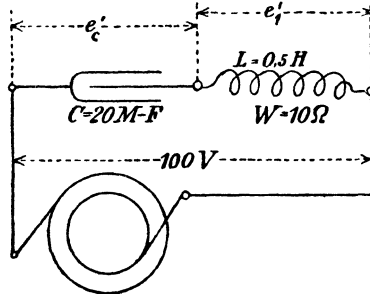

Fig. 126.
Wird ein Kondensator und eine Spule hintereinander geschaltet (siehe Fig. 126), so ist die Stromstärke $i' = \frac{e_0'}{\sqrt{W^2 + \left(\omega L - \frac{1}{\omega C}\right)^2}} \dots \dots \dots 82.$
268. Ein Kondensator von 20 [40] (16) MF und eine Spule von 0,5 [0,4] (0,3) Henry bei 10 [8] (2) Ω Widerstand werden hintereinander geschaltet und an eine Klemmenspannung von 100 [120] (240) V und 50 [60] (180) Perioden angeschlossen (Fig. 126).